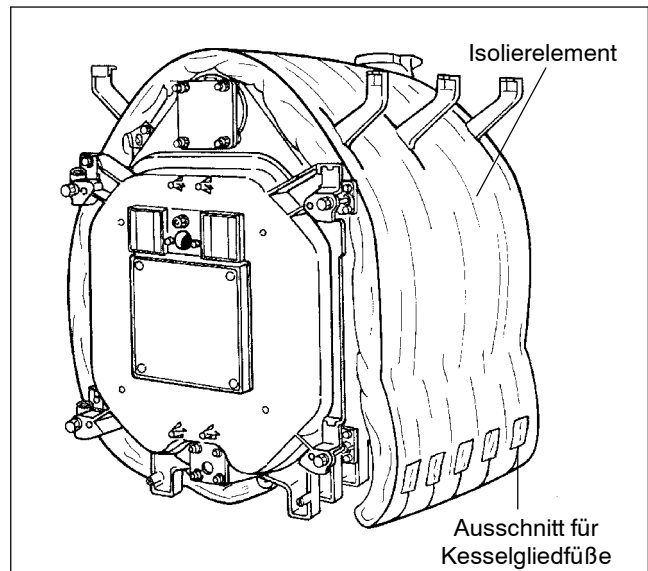
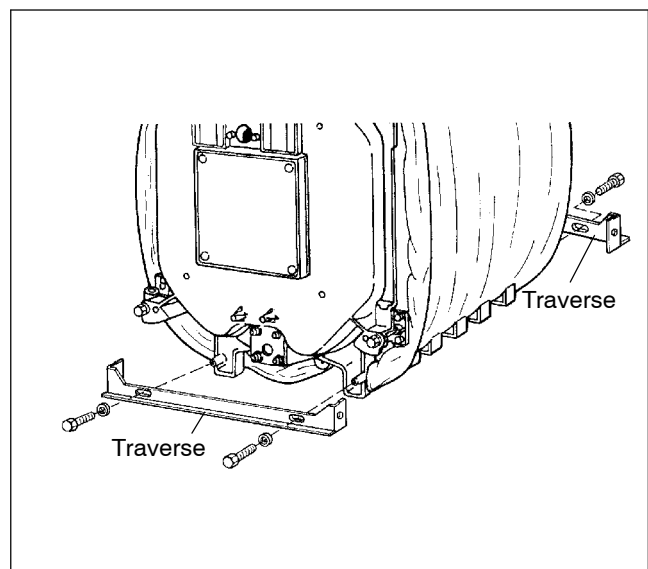

Abb. 30
Abb. 31
- Konsolen an den Einschnitten aus den Isolierelementen herausdrücken (Abb. 30).
- Im unteren Bereich sind die Isolierelemente entsprechend Abb. 31 unter den Kesselblock zu schieben. Die Kesselgliedfüße setzen sich in die Ausschnitte in den Isolierelementen (Abb. 30).
- Die Traversen unten vorne und hinten mit Schrauben M 8 x 16 an den Gliedfüßen locker anschrauben. An der vorderen Traverse muß die Abkantung nach vorne zeigen. Die Abkantung der hinteren Traverse muß nach hinten zeigen (Abb. 31).